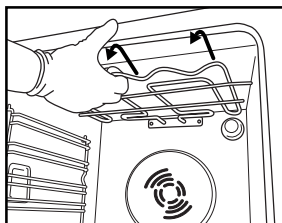
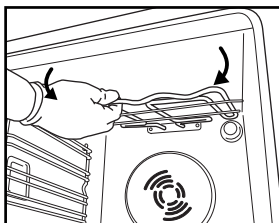

Fig. 4
Fig. 5
2. Puxe a resistência ligeiramente para fora (Fig. 4) e baixe-a (Fig. 5).